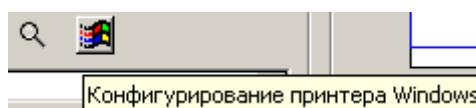

Рисунок 155
- В появившемся окне выбрать принтер (Рисунок 155) и размер бумаги, соответствующий формату, а также выбрать **Альбомную Ориентацию**. При этом в окне предварительного просмотра высветится, что и каким образом будет выведено на печать.